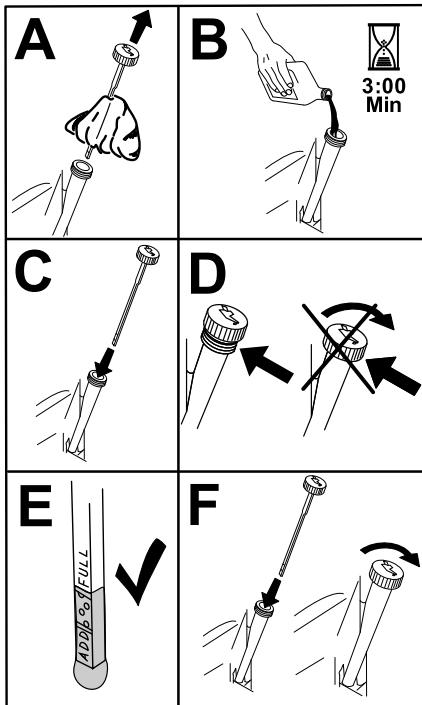

Figura 43
5. Versate lentamente circa l'80% dell'olio indicato nel tubo di rifornimento e sempre con cautela rabboccate l'olio necessario per portarlo alla tacca di **Pieno** (Figura 43).